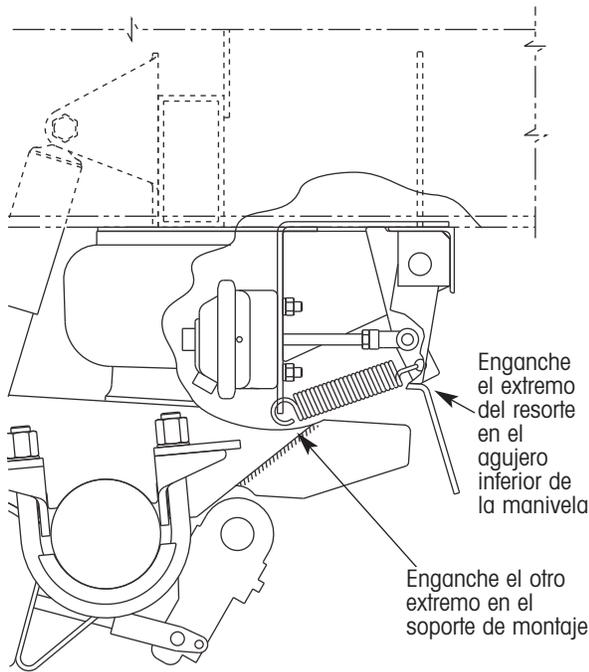

Figura 96. Detalles de instalación del resorte
20. Enganche un extremo del resorte al soporte de montaje y el otro extremo del resorte al agujero inferior de la manivela (figura 96).
12. Enganche un extremo del resorte al soporte de montaje y el otro extremo del resorte al agujero inferior de la manivela (figura 96).